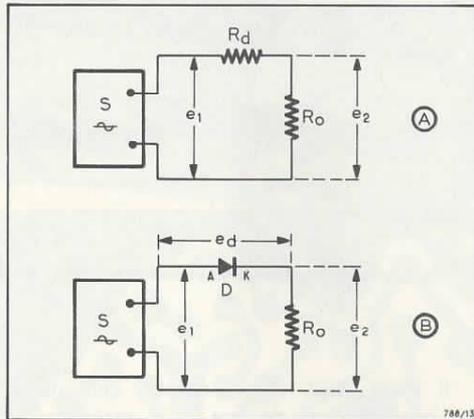

Fig. 13
Utilisons une source de signal alternatif, S, comme celle de la figure 13 (A) dont le montage comprend deux résistances  $R_d$  et  $R_o$  en série. Si la source S fournit un signal alternatif, la tension  $e_1$  est égale à celle de la source et la tension  $e_2$  est plus petite. Sa valeur se calcule comme dans le cas du continu. On a :
Revenons à la figure 13 (A), Remplaçons la résistance  $R_d$  par une diode redresseuse D dont on a indiqué l'anode A et la cathode K ce qui donne le schéma de la figure 13 (B). Ce schéma est exactement le schéma d'un redresseur de signaux alternatifs. Son fonctionnement est basé sur la propriété fondamentale des diodes suivante :
a) lorsque la tension  $e_1$  appliquée à la diode (voir figure 13 B) est telle que l'anode A est positive par rapport à la cathode K, la résistance de la diode est faible et, de ce fait, la chute de tension qu'elle produit est faible dans cette résistance.
On dit alors que la tension obtenue avec le montage de la figure 13 (B) est redressée, puisqu'elle est maintenant constamment positive en pratique, mais elle n'est pas encore continue. L'adjonction de condensateurs donnera ce résultat, comme on le montrera par la suite.
Le montage de la figure 13 (B) deviendra alors, un redresseur complet comportant résistances, diode et filtres composés de capacités associées à des bobines et des résistances.